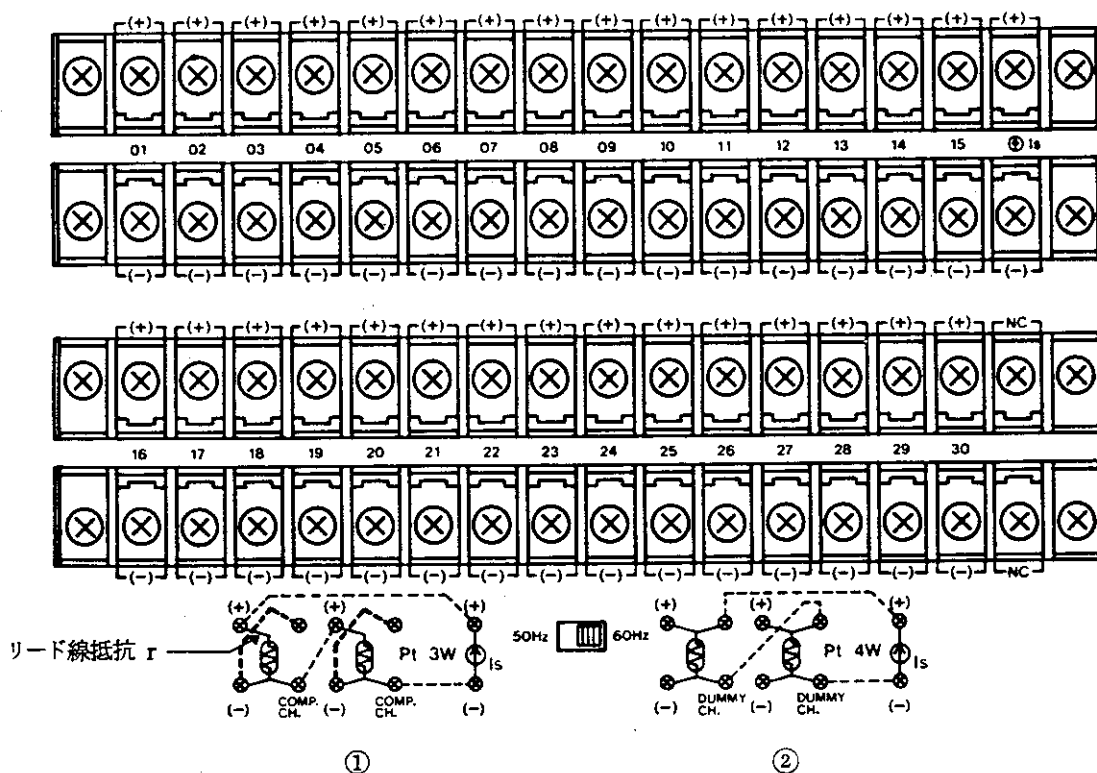

図3-11 端子盤外観図
本器は多種類の入力に対応できるように、15種類の入力レンジを持っています。しかも、全レンジとも背面パネルにある端子盤ユニット〔図3-11参照〕で測定できますので、レンジを変更しても端子盤ユニットを交換する必要はありません。
Pt3導線式/Pt4導線式で使用する場合の入力点数は15点です。〔図3-11〕の①に示しますように、Pt3導線式で使用する場合は、入力チャンネルの他にリード線抵抗 r を補償するための補償チャンネル (COMP. CH.) が必要となります。また、〔図3-11〕の②に示しますように、Pt4導線式で使用する場合は、入力チャンネルの他に中継用の電流端子 (DUMMY CH.) が必要となります。
〔図 3-11〕を参照して下さい。